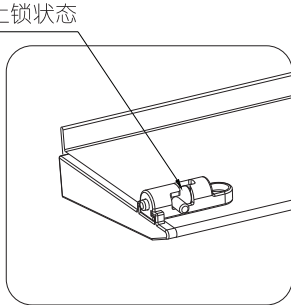
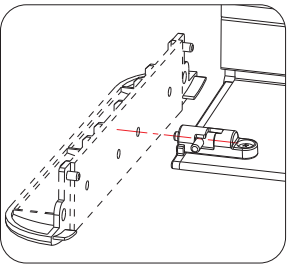

图25
图26
- 3) 将挡板的锁扣件打下如图25所示，（可上下移动挡板，直到听到“咔”一声），将锁扣件插销插入塑料端盖小孔内，如图26所示；让挡板不能往上挪动，使其与装饰底相平。